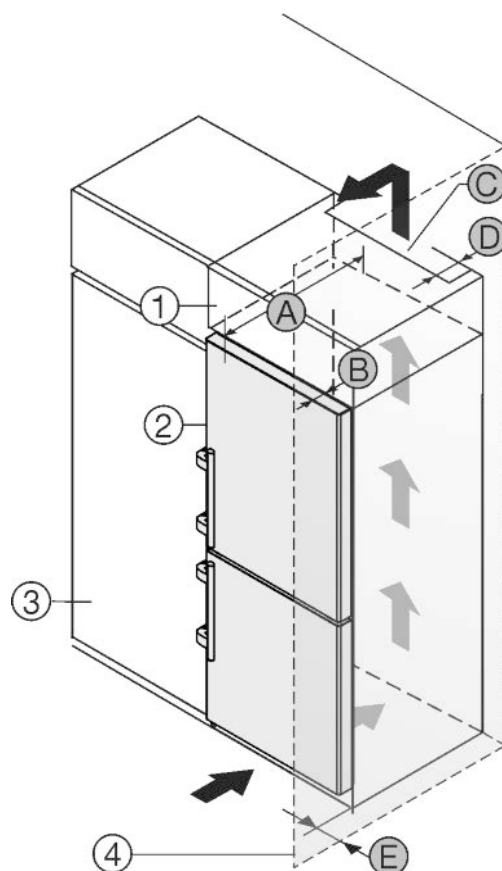

Fig. 25
Устройство может быть окружено кухонными шкафами. Чтобы уравнивать устройство *Fig. 25 (2)* по высоте с кухонной стенкой, можно установить над устройством дополнительный шкафчик *Fig. 25 (1)*.
Установить устройство можно непосредственно рядом с кухонным шкафом *Fig. 25 (3)*. Чтобы можно было полностью открыть двери, устройство должно выступать на глубину *Fig. 25 (B)* относительно передней стенки кухонного шкафа. В зависимости от глубины кухонных шкафов и использования пристенных распорок устройство может выступать и больше.
- На задней стенке дополнительного шкафчика должен быть вентиляционный канал с глубиной *Fig. 25 (D)* по всей ширине этого шкафа.
- Нужно соблюдать вентиляционное отверстие *Fig. 25 (C)* под нижней панелью.
Если устройство установлено на шарнирах у стены *Fig. 25 (4)*, то нужно соблюдать расстояние *Fig. 25 (E)* между устройством и стеной. Настолько выступает ручка при открытой двери.